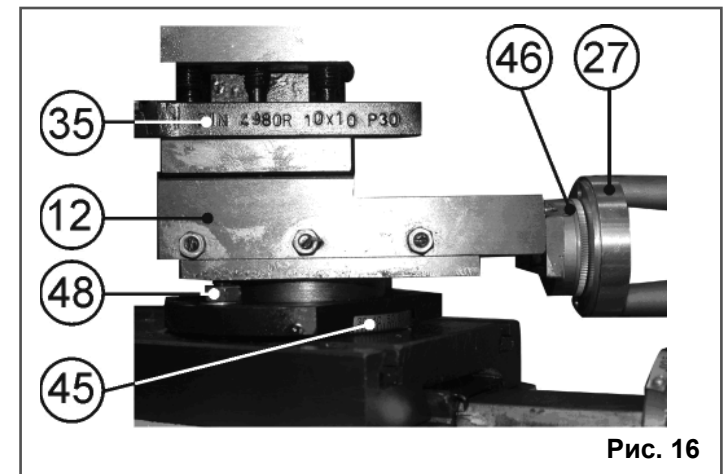

Рис. 16
10.3.6. Для выполнения конусного точения необходимо ослабить два болта (48), установить поворотный суппорт (12) на необходимый угол по показаниям шкалы (45), зафиксировать положение поворотного суппорта (12) двумя болтами (48), Рис. 16.
10.3.7. Конусное точение выполняется вращением маховика подачи поворотного суппорта (27) для перемещения резца (35).
Размер контролируется по показаниям лимба (46), (1 деление=0,025 мм), Рис.16.
10.3.8. Конусное точение в центрах можно выполнить, смещая заднюю бабку (17), как показано на Рис. 16а. Два болта (57) служат для фиксации задней бабки (17) в установленном положении, Рис. 16а.
Рис. 16а